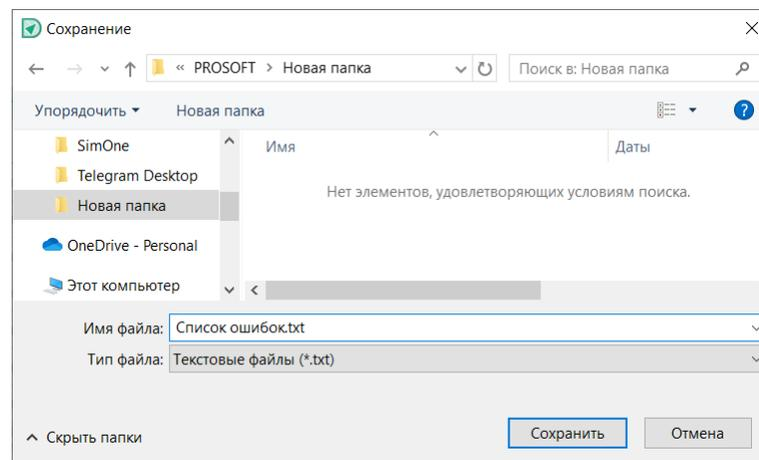

Рис. 527 Сохранение экспортируемого списка нарушений
2. В открывшемся окне проводника укажите место для сохранения файла и его имя, нажмите кнопку «Сохранить», см. Рис. 527.